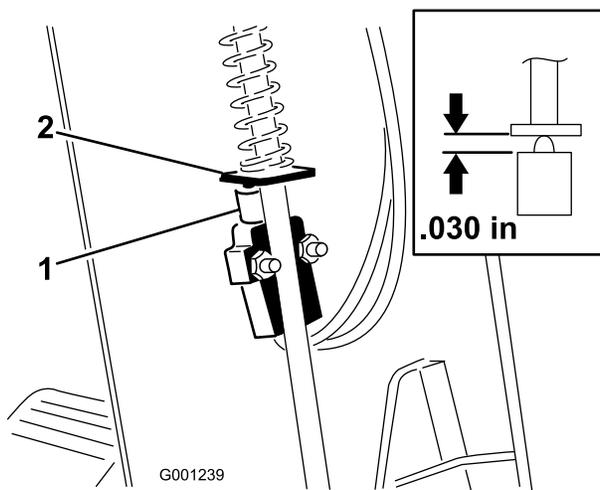

Figure 71
3. Faites coulisser le couvercle en haut de l'arbre de direction pour exposer le contacteur du frein de stationnement (Figure 71).
5. Alignez la palette de la tige du frein de stationnement sur le plongeur du contacteur (Figure 71).
6. Appuyez sur la tige du frein de stationnement et poussez le contacteur vers le haut jusqu'à ce que le plongeur soit comprimé à 0,7 mm ; voir Figure 71.